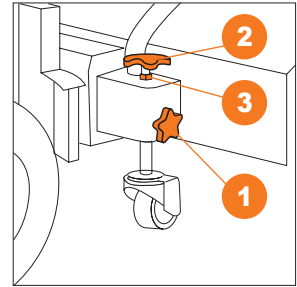

Рис. 10
- Ослабьте боковой барашковый винт **1** (Рис. 10).
- Поверните верхний регулировочный барашковый винт **2** по часовой стрелке для подъема и против часовой стрелки для опускания щетки (Рис. 10).
- Выбрав необходимое положение, зафиксируйте положение контрагйкой **3** и боковым барашковым винтом **1** (Рис. 10).